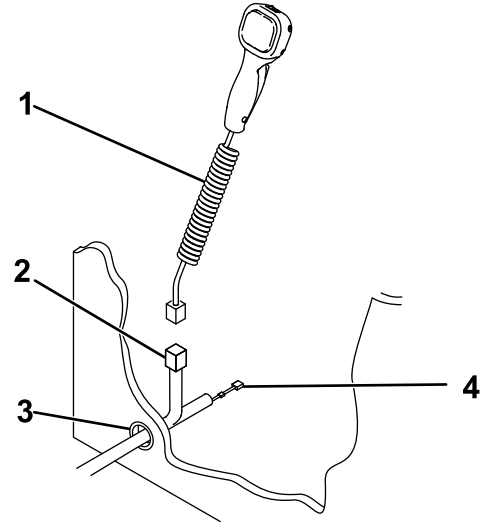

Bild 14
4. Ziehen Sie den Anschluss des Schneeschild-Steuergeräts, das schwarz/rote Kabel mit der Leitungssicherung durch das Loch in der Spritzwand in die Fahrzeugkabine (Bild 14).